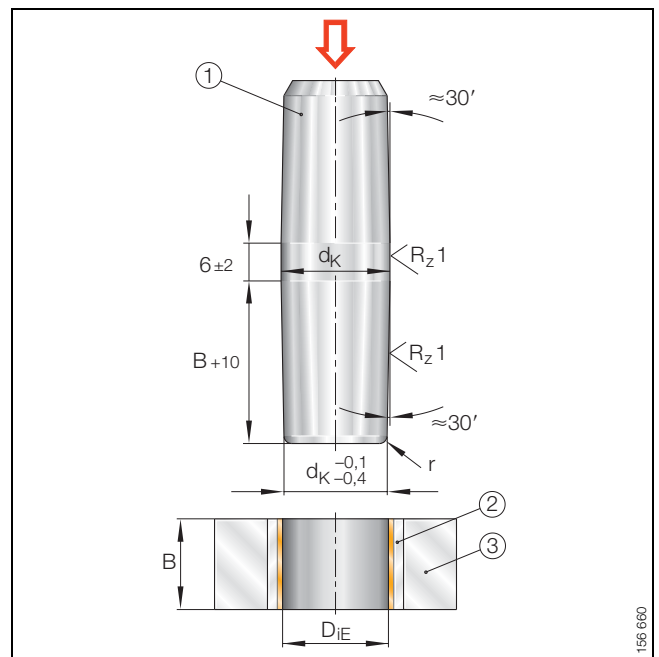

Figura 28 · Calibrado
- La figura 28 muestra el calibrado mediante un punzón.